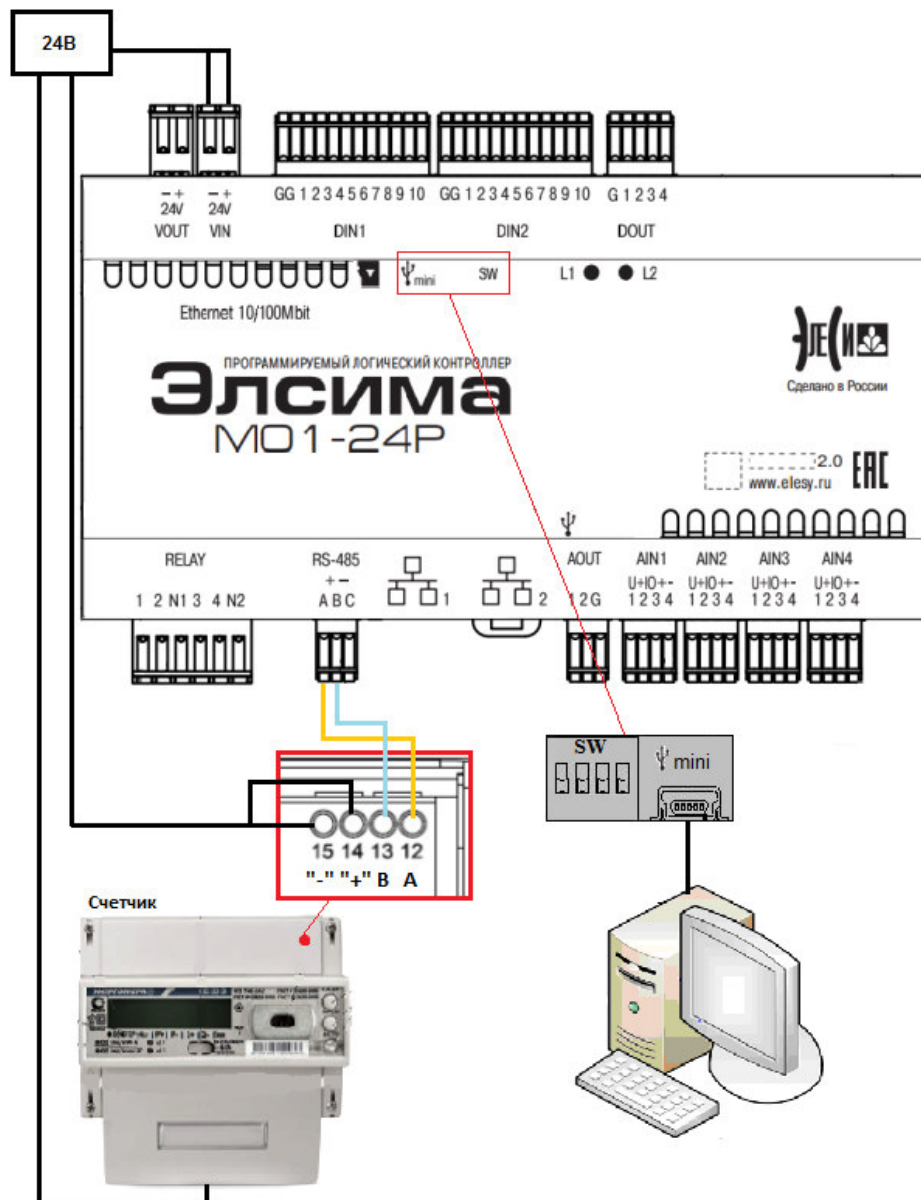

Рисунок 2.1 – Схема подключения оборудования
3. Подключить контроллер через интерфейсный разъем « $\Psi$  mini» к компьютеру кабелем USB 2.0 «USB A - mini-USB B» длиной не более 1,8 м. (рисунок 2.1), используя драйвер виртуальной сети RNDIS. Подробную информацию о драйвере можно найти в документе «Контроллер программируемый логический Элсима. Руководство по эксплуатации».